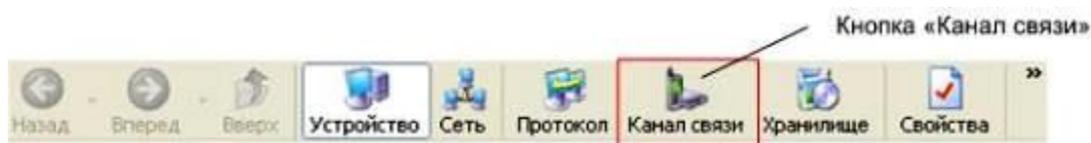

Рисунок 36 - Кнопка «Канал связи» на панели инструментов
5.3.4.4 Для настройки канала связи нажать на панели инструментов кнопку «Канал связи» (см. рисунок 36). В результате откроется окно «Справочник», которое показано на рисунке 37.